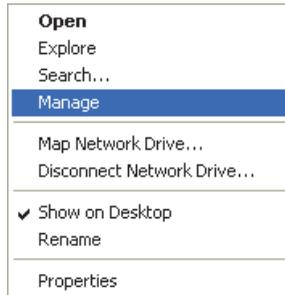

Abbildung 7-10 Kurzwahlfunktion des Icon Mein Arbeitsplatz
2. Klicken Sie in der Kurzwahlfunktion auf **Verwalten** (siehe Abbildung 7-10 auf Seite 224).